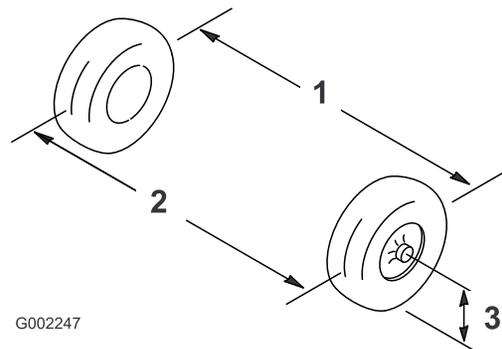

图83
2. 以轮轴的高度为标准、分别测出两个前轮的轮前距离和轮后距离（图83）。
8. 在散热器上的盖子松开的情况下启动发动机（图83）。